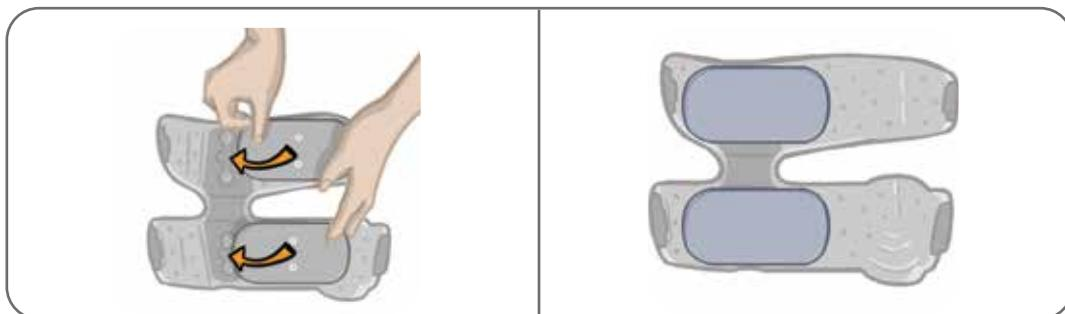

Figura 6-10: Alinhamento e fixação dos eletrodos de pano da coxa
5. Alinhe os encaixes dos eletrodos de pano da coxa aos orifícios de plugue no manguito da coxa. Veja a Figura 6-10.
6. Pressione com firmeza para encaixar o eletrodo de pano da coxa pequeno no painel inferior do manguito da coxa. Pressione com firmeza para encaixar o eletrodo de pano da coxa grande no painel superior do manguito da coxa. Veja a Figura 6-10.